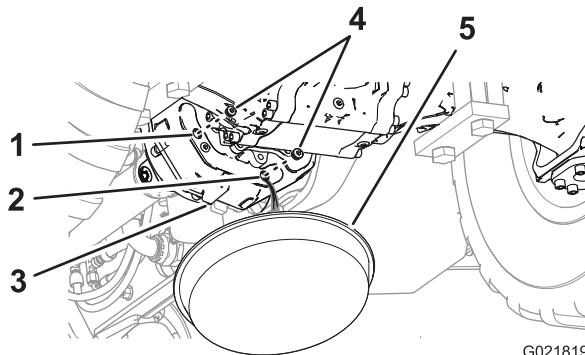

Figure 73
- Placez un bac de vidange sous la partie arrière de la boîte de transmission (Figure 73).
- Retirez les bouchons de l'orifice de vidange et de l'orifice du bouchon-indicateur de la boîte de transmission (Figure 73).